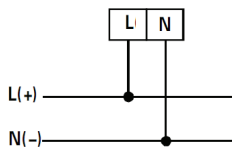

Рис. 2 – Подключение напрямую (если напряжение $\leq 600\text{В}$)
1. Подключите прибор к исследуемой цепи в соответствии со схемами подключения (см. рис. 2, 3).